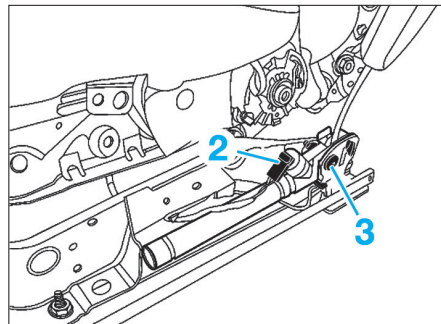

FIG. 19
- Déverrouiller le connecteur (2) du prétensionneur (Fig.19).